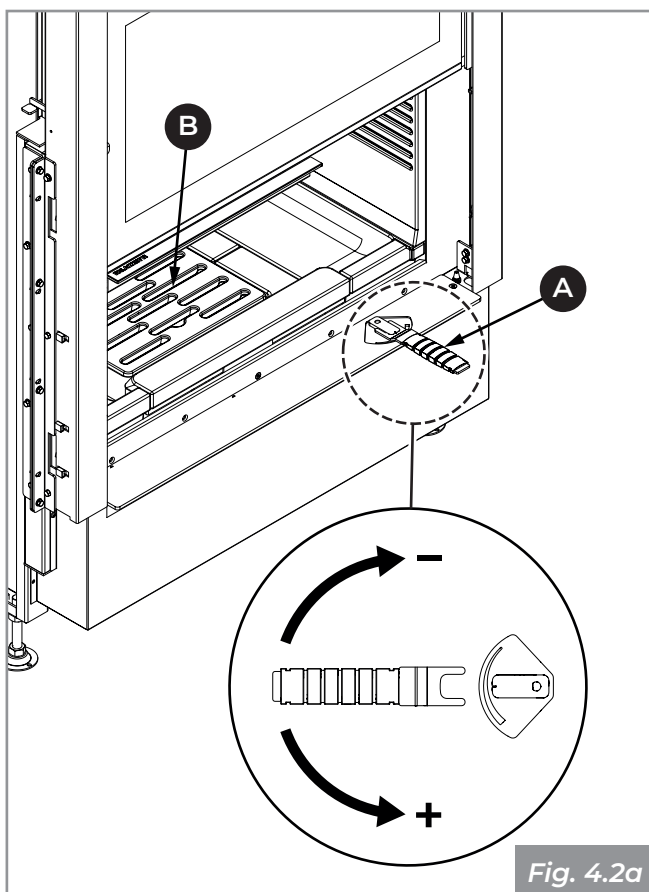
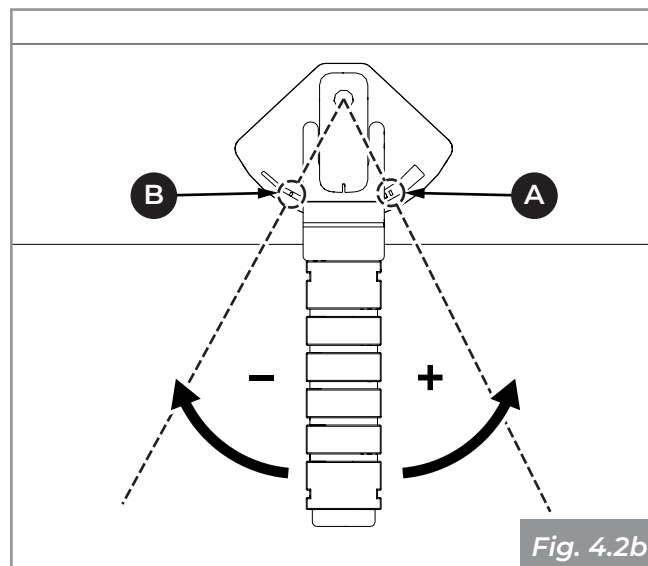
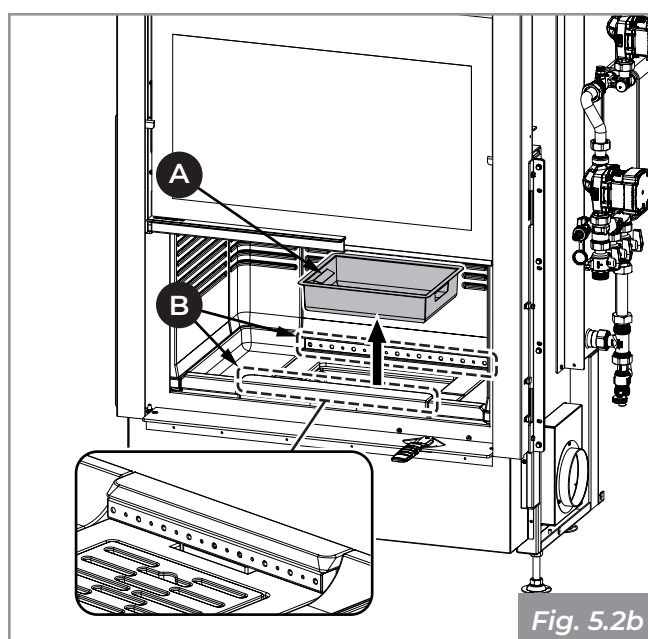

Fig. 4.2a
Fig. 4.2b
Fig. 5.2b
2. Utilizzando la maniglia fredda in dotazione (**A - Fig. 4.2a**) aprire al massimo (+) la regolazione dell'aria primaria (**A - Fig. 4.2b**);
3. Appoggiare con cautela i pezzi di legna nella camera di combustione avendo cura di non coprire totalmente le feritoie nella griglia (**B - Fig. 4.2a**) e i fori anteriori e posteriori del distributore di aria comburente (**B - Fig. 5.2b**);
8. Mantenere la presa d'aria aperta per garantire una fiamma alta e luminosa (**A - Fig. 4.2b**);
9. Ridurre l'apertura della presa d'aria (**B - Fig. 4.2b**) utilizzando l'apposita maniglia fredda solo quando si è formata una buona base di braci.
Estrarre il cassetto cenere dal basamento ed aspirare l'eventuale cenere depositata nei vani sottostanti (**A - Fig. 5.2b**).
Aspirare i fori anteriori e posteriori del distributore aria comburente al fine di evitare eventuali accumuli di cenere (**B - Fig. 5.2b**).